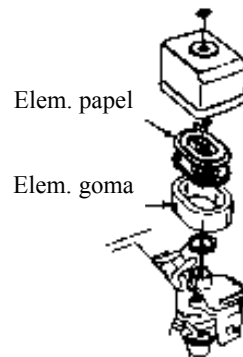

Fig. 1 Filtro de aire
2. para limpiar o reemplazar el filtro aflojar la tuerca mariposa (fig.1), retirar la cubierta y sacar el cartucho. Si sólo se desea limpiar el filtro soplar sobre el mismo hacia arriba y abajo hasta que la suciedad desaparezca.